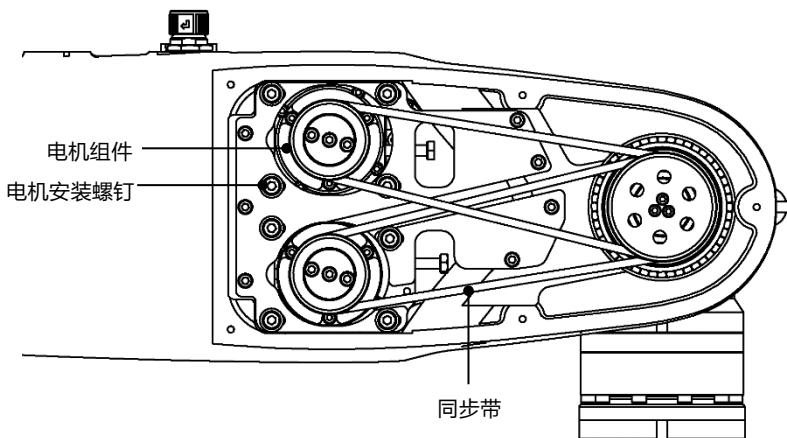

图 9-6 拆卸同步带
- 步骤4.** 松开电机组件安装螺钉，如图 9-6 所示。